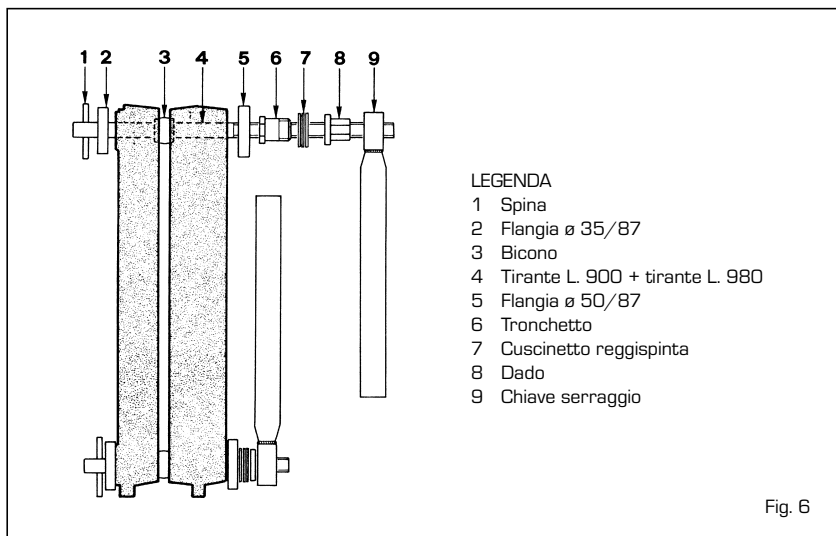

Fig. 6
- Assemblare gli elementi mediante l'apposita coppia di tiranti assemblaggio con relativi accessori cod. 6050900 (fig. 6), esercitando la pressione simultaneamente sia sul mozzo superiore che sul mozzo inferiore.